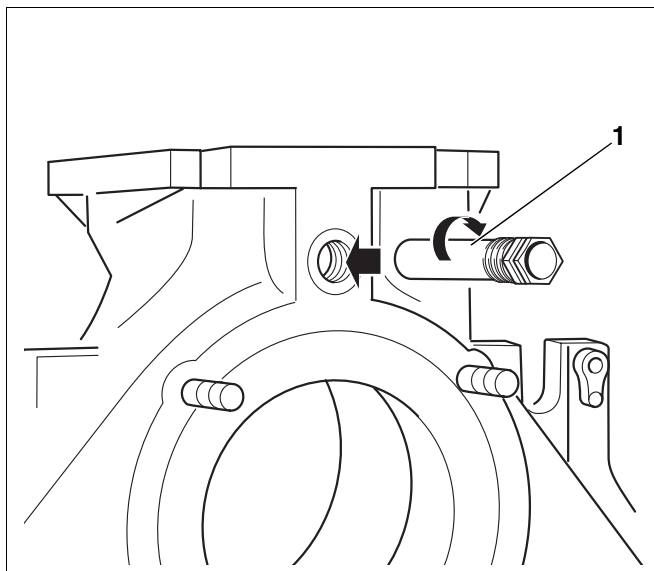

Fig. 25 Montarea tecii de imersie
- Teaca de imersiei R ¼ din spatele canzanului (lungime: 110 mm) se etanșeizează în orificiul filetat R ¼ din racordul de tur (fig. 25, **poz. 1**).